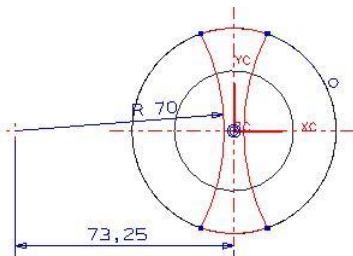

图5-77
5. 在【成形特征】工具条中单击【草图】按钮，弹出【基准平面】悬浮工具条。单击【基准平面】按钮，弹出【基准平面】对话框。单击【XC-YC】按钮，在【偏置】输入框中输入“3”，最后依次单击 **确定** 和 **确定** 按钮进入二维草图界面，绘制图 5-77 所示的草图轮廓。